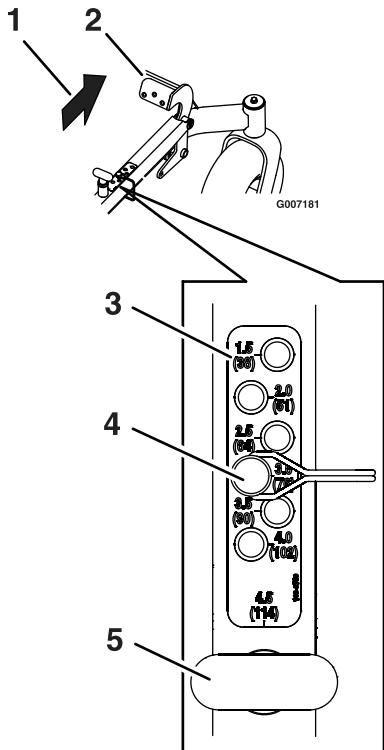

Figura 16
1. Eleve la plataforma a la posición de transporte (altura de corte de 114 mm) presionando hacia adelante el pedal (Figura 16). El pasador de transporte se enganchará automáticamente con un clic.